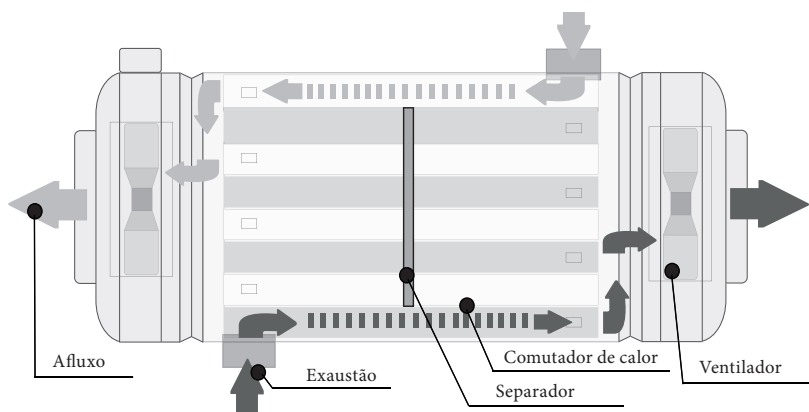

Fig. 1a. Esquema de afluxos de ar para sistemas tipo "AB" com afluxo central e extração simétrica de 2 canais (instalação livre)
- «AB» - uma instalação livre (como opção - no espaço entre teto falso) com um afluxo central e extração simétrica de 2 canais (Fig. 1a).